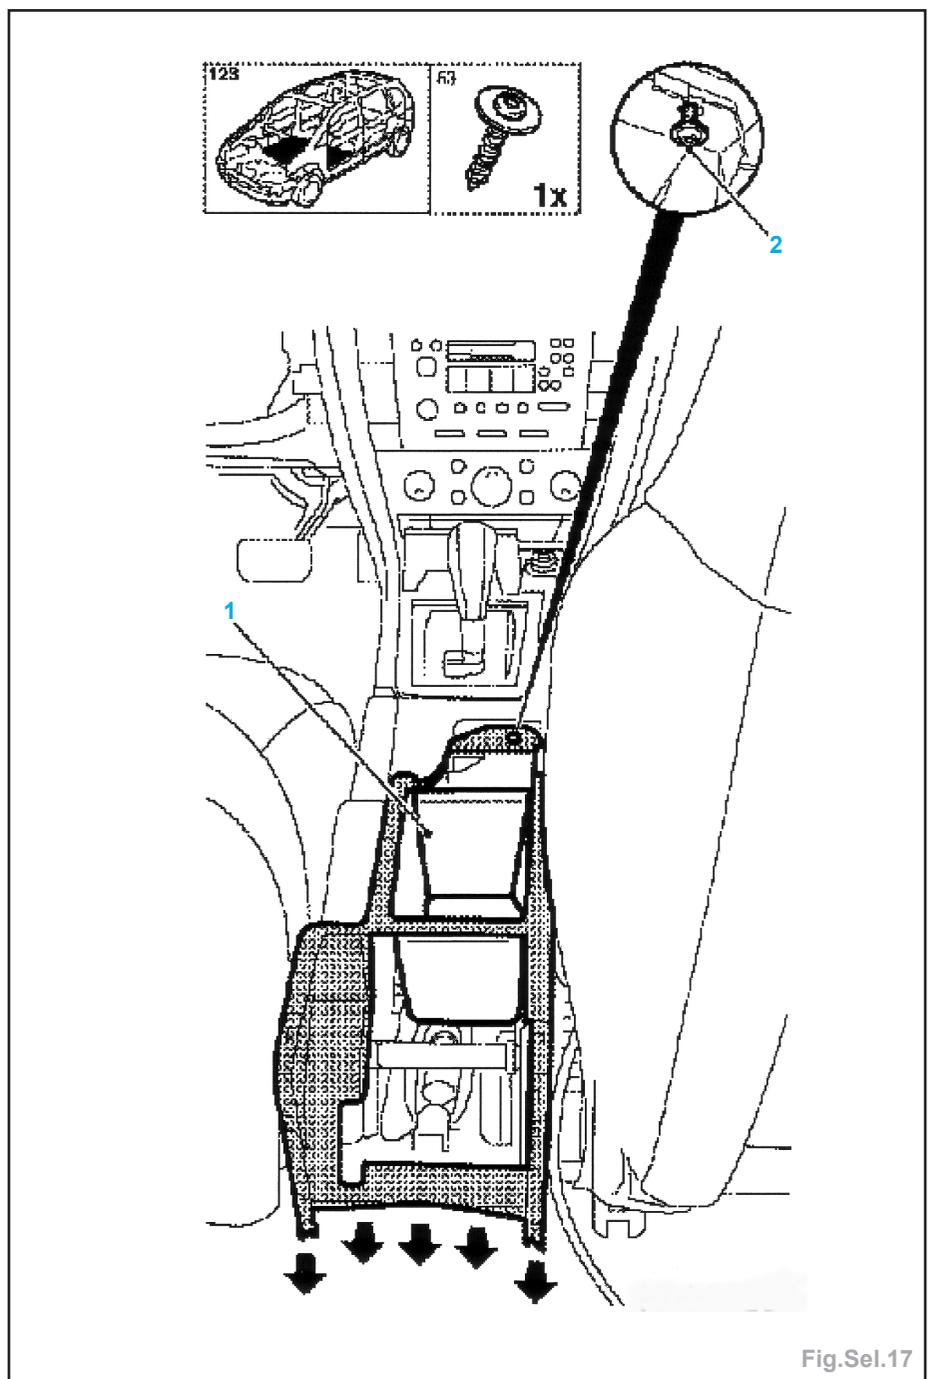

Fig.Sel.17
- Déposer la console centrale (Fig.Sel.17) :
- déposer la vis (2),